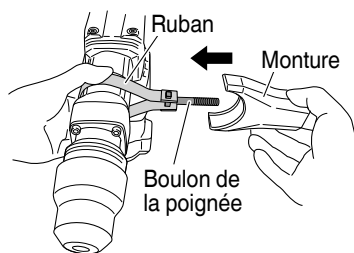

Fig. 5
- (3) Tout en tenant le ruban pour s'assurer que le boulon de la poignée ne se détache pas, insérer le boulon de la poignée dans la monture. (Fig. 5)